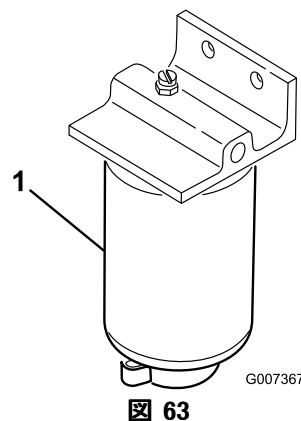

図 63
1. 燃料フィルタのキャニスタの下に汚れのない容器をおく（図 63）。